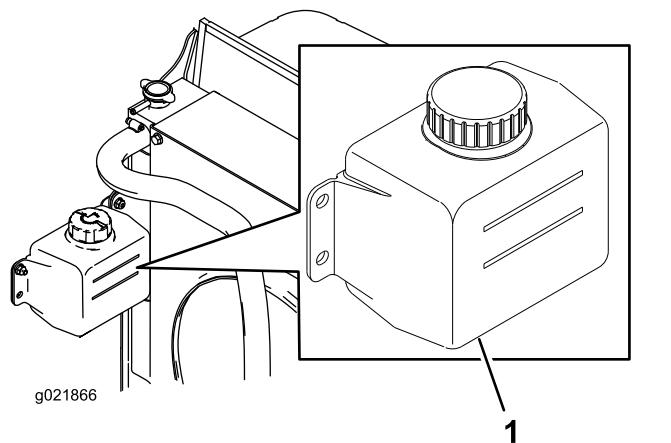

Bild 49
1. Prüfen Sie den Kühlmittelstand im Ausdehnungsgefäß (Bild 49).